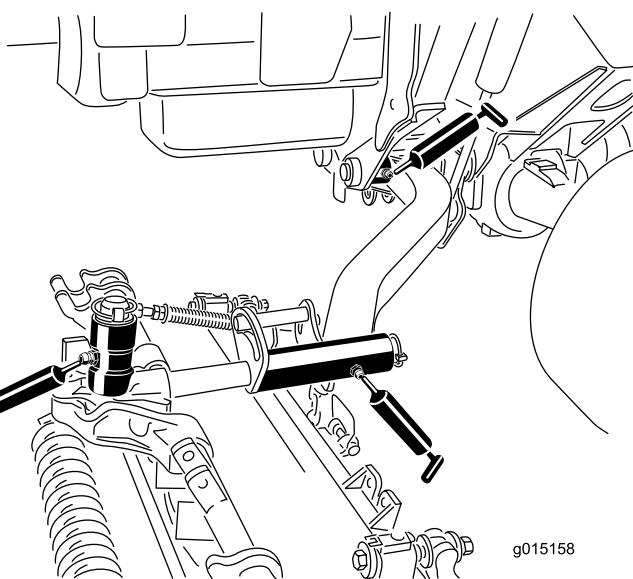

图 47
- 提升臂枢轴轴套每个滚刀组 1 个(图 47)
- 滚刀组承载架每个滚刀组 2 个(图 47)
- 滚刀组提升臂枢轴每个滚刀组 1 个(图 47)